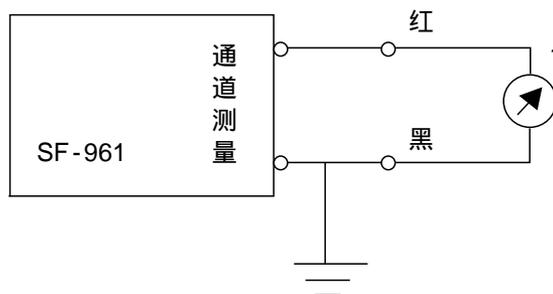

图5 发信电平测量
- N38, N40 高频通道输出端子。其中“38”接高频电缆的芯线，“40”端接高频电缆的屏蔽线，装置出厂时，随机附带“电缆转接端子”，用于和外部高频电缆连接。“电缆转接端子”见附图5
将“高频收发”插件面板上的连接器连接在“本机 - 负载”位置。并将测试线接在“高频收发”插件的“通道测量”测试孔内，其试验接线如图5所示：